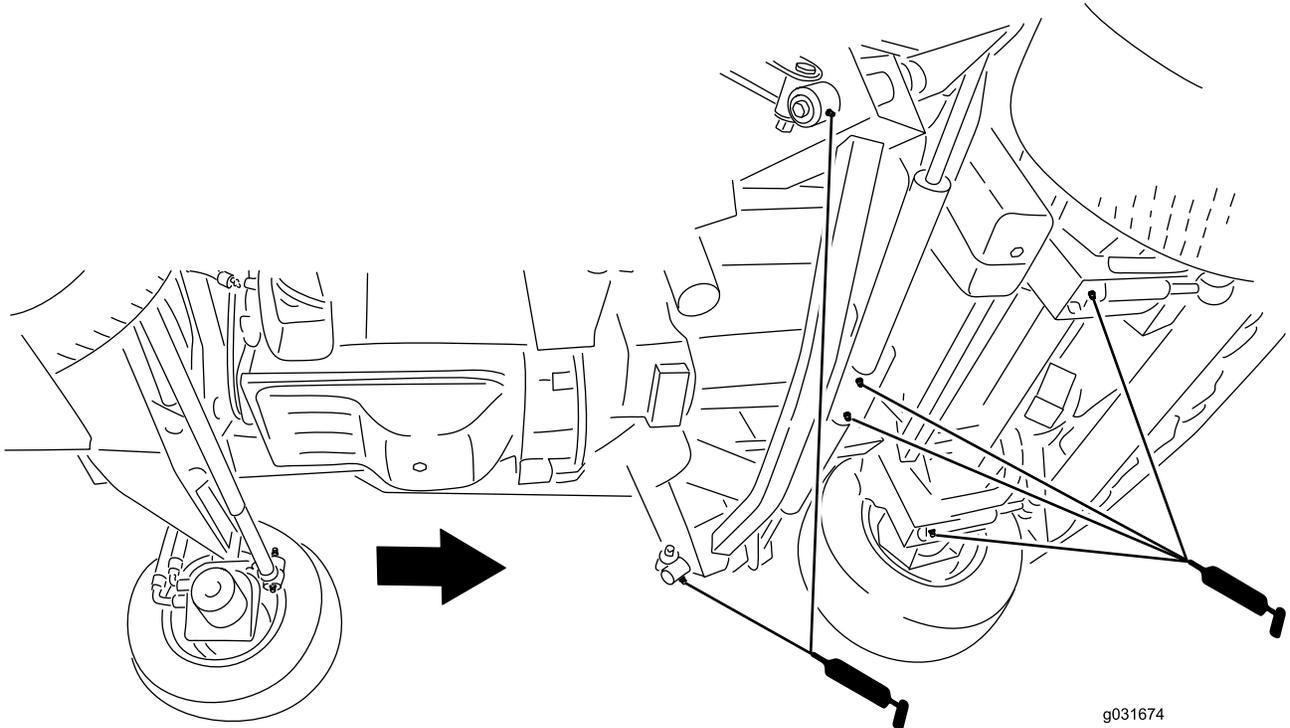

Figure 77
- 2 bras d'impact (Figure 77)
- 2 pivots de vérins de levage de plateau avant (Figure 77)
- 2 pivots de vérins de levage de plateaux latéraux (Figure 77)